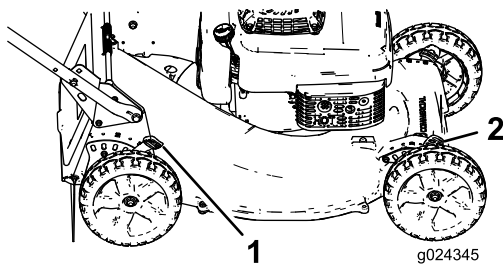

Bild 13
1. Ziehen Sie den Schnitthöhenhebel zum Rad (Bild 13) und schieben Sie ihn in die gewünschte Stellung.